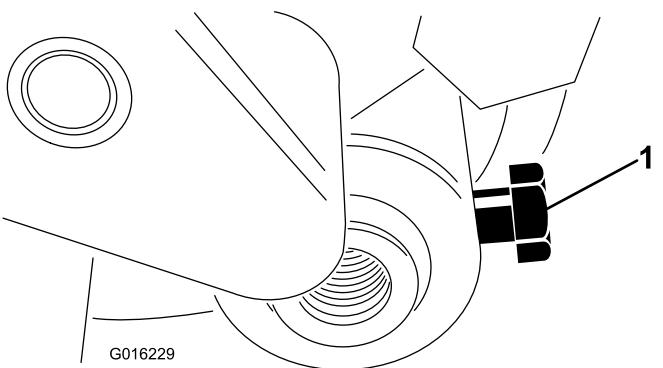

Figura 31
3. Desaperte o parafuso que prende o eixo do rolo ao braço da altura de corte (Figura 31).